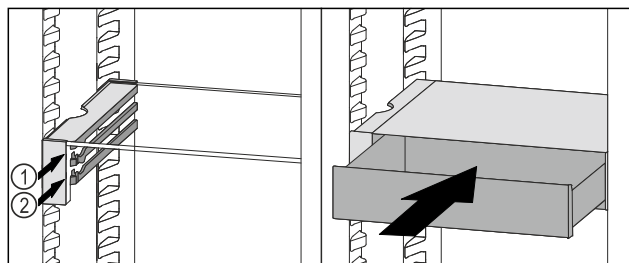

Fig. 111
- 将 VarioSafe 抽屉放置在所需肋梁 Fig. 111 (1) 或 Fig. 111 (2) 上的止动器后面。